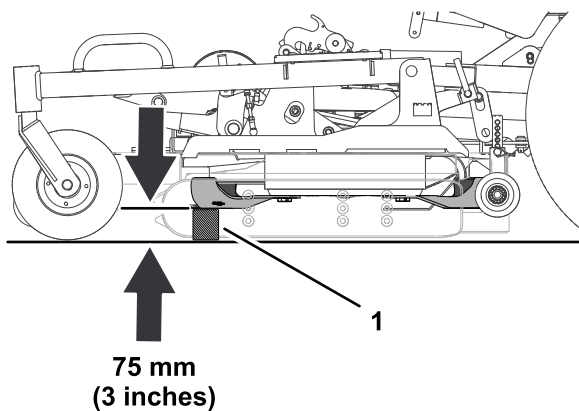

図 126
4. ゲージブロックを使って、ブレードの一番前側のエッジから床面までの高さを測る 図 126。